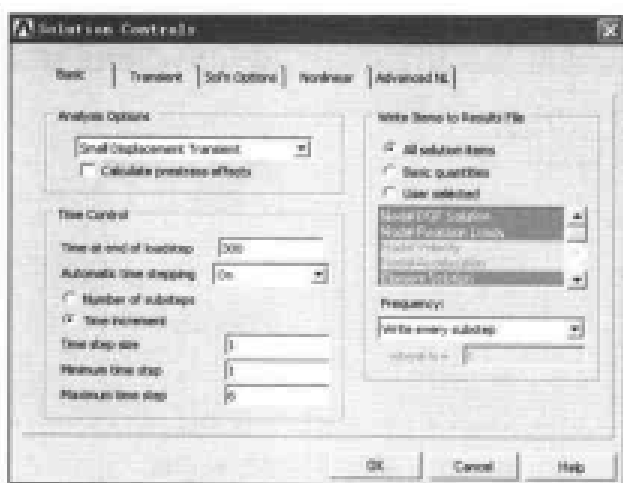
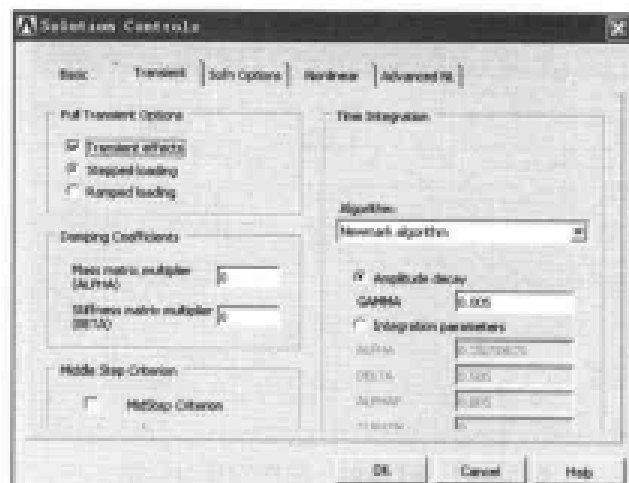

图 10-95 求解控制基本选项设置对话框
图 10-96 求解控制瞬态选项设置对话框
(1) 选择 Main Menu | Solution | Analysis Type | New Analysis 命令, 出现 New Analysis 对话框, 选择分析类型为 Transient, 单击 OK 按钮, 出现 Transient Analysis 对话框, 在 [TRNOPT] Solution method 选项组中选中 Full 单选按钮, 单击 OK 按钮关闭该对话框。
(2) 选择 Main Menu | Solution | Analysis Type | Sol'n Controls 命令, 出现 Solution Controls 对话框, 选择 Basic 选项卡, 参照图 10-95 对其进行设置, 单击 OK 按钮关闭该对话框, 选择 Transient 选项卡, 参照图 10-96 对其进行设置, 单击 OK 按钮关闭该对话框。